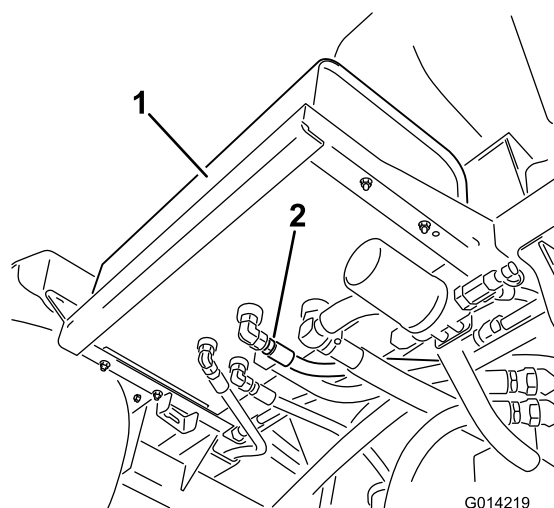

Figure 90
- Nettoyez la surface autour d'un raccord de flexible hydraulique au bas du réservoir d'huile hydraulique (Figure 90).
- Débranchez le raccord de flexible du réservoir et vidangez l'huile dans le bac de vidange (Figure 90).